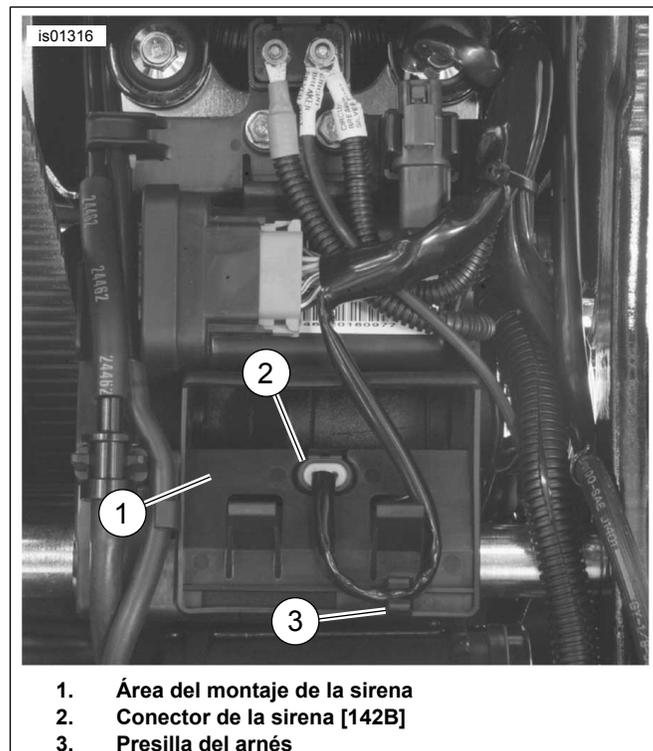

Figura 16. Conector de la sirena (modelos Softail, EXCEPTO el FXCW/C) (guardabarros trasero visto con la rueda trasera extraída)
3. Vea Figura 16. Extraiga el conector de la sirena [142B] (2) del receptáculo en el área del montaje de la sirena (1) del tablero eléctrico.